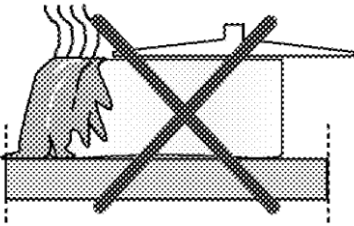

**Figura 11**
- ❖ Asigurați un contact optim între vasul de gătit și plită. Folosiți vase de gătit cu baza dreaptă. **(Figura 11)**